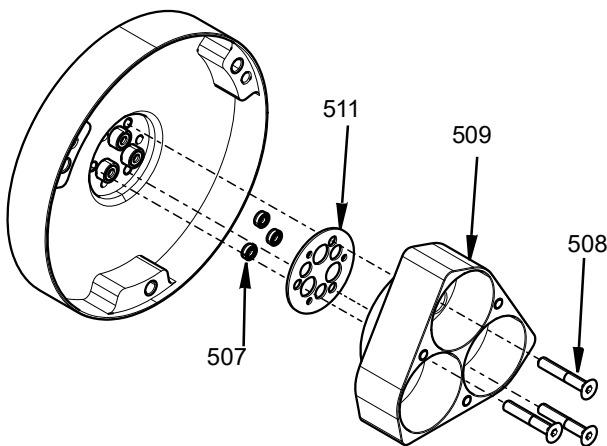

図 14
6. エアシリンダーハウジング (509) を固定している 3 本の M4 ネジ (508) を取り外します。エアシリンダーハウジングを取り外したら、シリンダーハウジングガスケット (511) とロッドシール (201) を取り外せます。ロッドシールの取り外しについては、シール挿入および削除ツールキット、25T489、ページ番号 32 を参照してください。以下を参照してください：図 14 を参照ください。